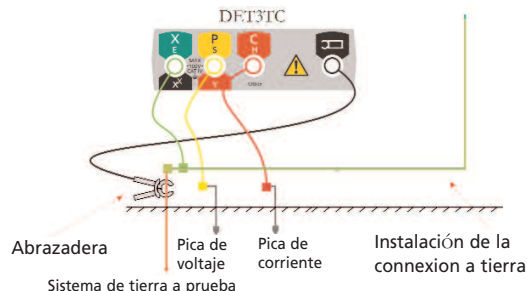

Figura 10: Conexión para medir la resistencia del rod de la tierra de tres terminales.
Cuando un fusible falle, aparecerá el símbolo y las pruebas quedan deshabilitadas, según muestra la figura 10.
1. Con el interruptor de selección en la posición 'OFF', conecte el instrumental como se muestra en la Figura 10 y cierre la abrazadera ICLAMP alrededor del conductor de conexión a tierra bajo prueba.